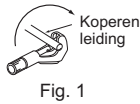

Fig. 1
- De afvoerslang dient voor een goede afvoer omlaag gericht te zijn. (Fig. 1)
- 1) Plaats de koelmiddelleiding en de afvoerslang naast elkaar en wikkel er de vilttape (4) vanaf het uiteinde stevig omheen. De vilttape (4) moet per wikkeling 1/3 van de tapebreedte overlappen. Gebruik een tapestopper bij het einde van de vilttape (4).
- 2) Trek de afvoerdop aan de rechterachterkant van de binnenunit naar buiten. (Fig. 1)
- 1) Snijd de koperen leiding op de juiste wijze af met een pijpsnijder. (Fig. 1, 2)